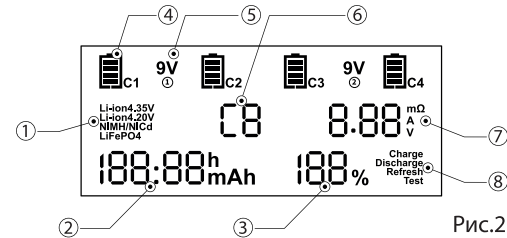

Рис.2
Подключите зарядное устройство при помощи сетевого шнура к питанию. На дисплее отобразятся все символы в течении 2 секунд. Устройство выполнит самотестирование. Если не установлено ни одного аккумулятора, на дисплее отобразятся пустые индикаторы основных каналов (Рис.2, ④).